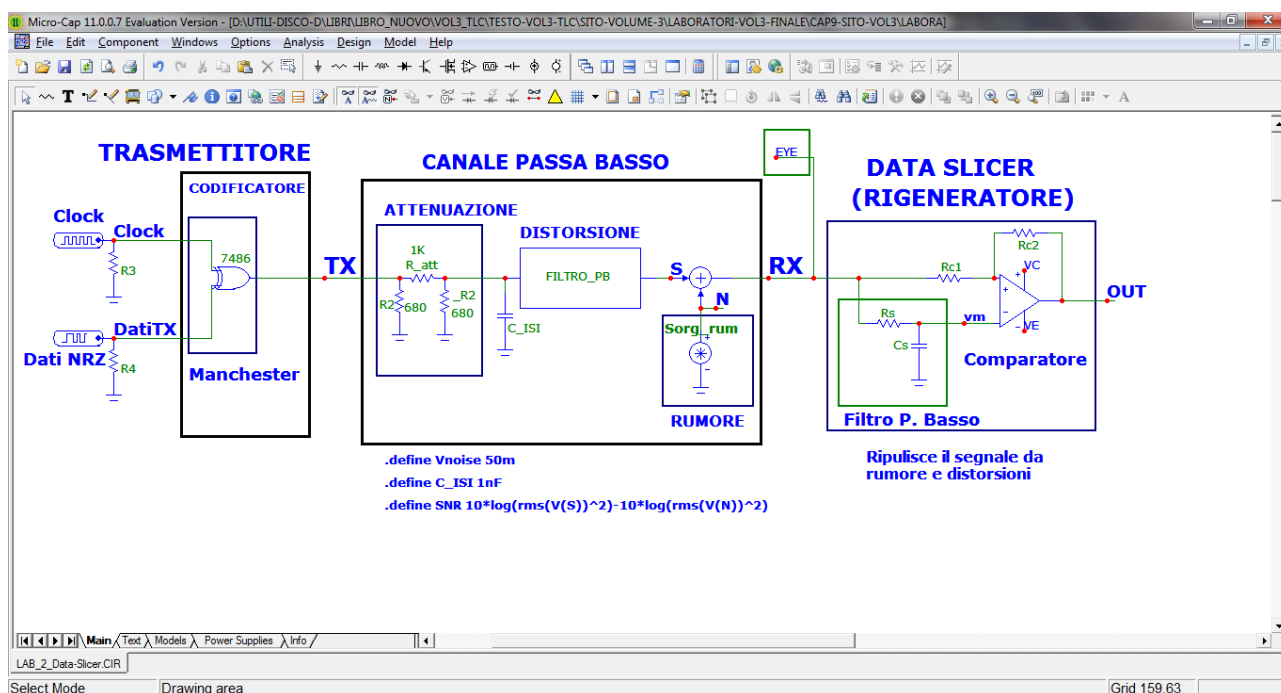

FIGURA 1 Simulazione di un collegamento con rigenerazione tramite *data slicer*.
Per esempio un *data slicer* può essere costituito (FIGURA 1) da un comparatore con isteresi e da un filtro passa basso (RC) che estrae il valor medio del segnale digitale ricevuto.
Il comportamento del data slicer può essere simulato con Microcap come mostrato in FIGURA 1.